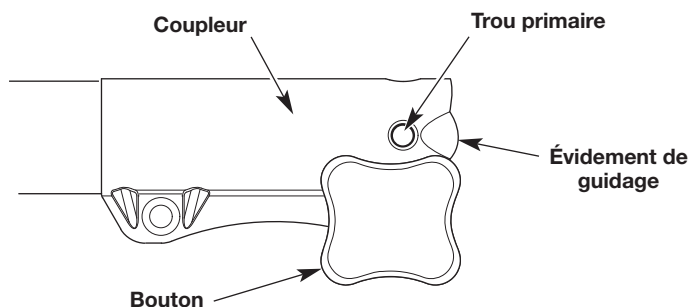
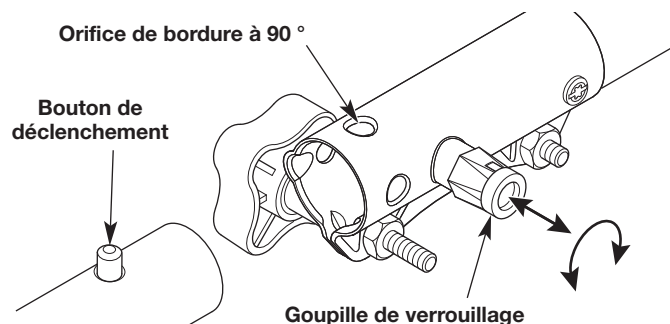

Fig. 2
Fig. 3
1. Tournez le bouton dans le sens contraire des aiguilles d'une montre pour desserrer le coupleur (Fig. 2).
2. Tirez sur la goupille de verrouillage et tournez-la de 90 degrés (Fig. 3), soit dans le sens horaire ou antihoraire.
- a. Si l'accessoire comporte un bouton de déverrouillage (Fig. 3), enclenchez-le dans l'orifice principal (Fig. 2), sauf indication contraire dans le manuel de l'opérateur.
**REMARQUE** : l'alignement du bouton de déclenchement avec l'évidement de guidage facilitera l'installation (Fig. 2).
Pour une bordure décorative réalisée avec la plupart des accessoires taille-bordures, verrouillez le bouton de déclenchement dans l'orifice de bordure à 90 ° (Fig. 3).
- a. Si l'accessoire comporte un bouton de déverrouillage, appuyez sur le bouton de déverrouillage et maintenez-le enfoncé (Fig. 3).
- b. Si l'accessoire n'a pas de bouton de déverrouillage, tirez sur la goupille de verrouillage et tournez-la de 90 degrés (Fig. 3), soit dans le sens horaire ou antihoraire.